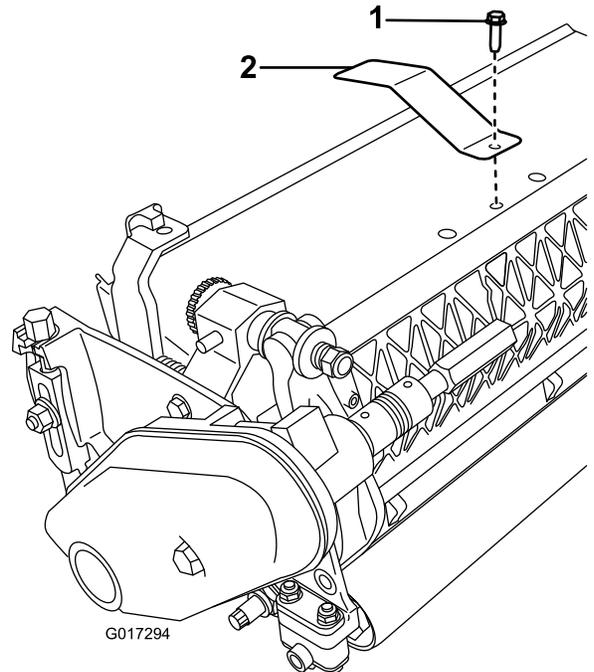

图4
1. 拆下中间的挡草罩螺栓图4。
2. 使用之前拆下的螺栓将靶板安装到滚刀组顶部图4。